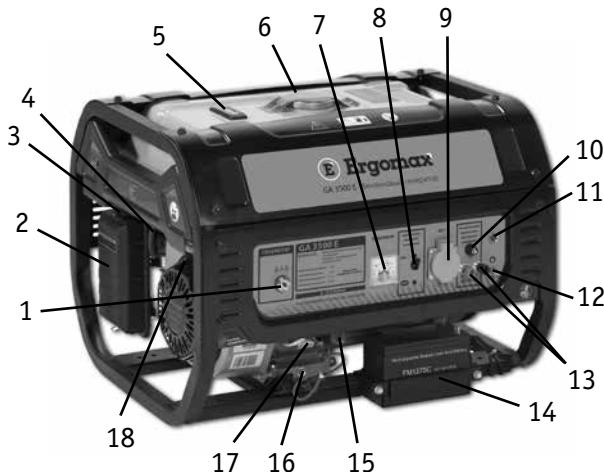

Рис. 1.1
Внешний вид генераторов и расположение элементов управления представлено на **рис. 1.1 и 1.2**.
1. Открутите крышку маслозаправочной горловины (15) (**рис. 1.1**) и вытрите щуп крышки чистой тряпкой (**рис. 2.1**).
Проверьте уровень топлива по шкале уровня топлива (5) (**рис. 1.1**), если уровень топлива низкий, то:
1. Открутите крышку топливного бака (6) (**рис. 1.1**).
**ВНИМАНИЕ!** Перед пуском двигателя убедитесь, что ни один электроприбор не подключен к генератору, а выключатель выходного напряжения (8) находится в положении «ВЫКЛ» (**рис. 1.1**).
- Потяните на себя рукоятку стартера (18) (**рис. 1.1**), пока не почувствуете натяжение шнура стартера, затем резко дерните рукоятку на себя. Аккуратно верните на прежнюю позицию рукоятку стартера. Повторите несколько раз, пока двигатель не заведется.